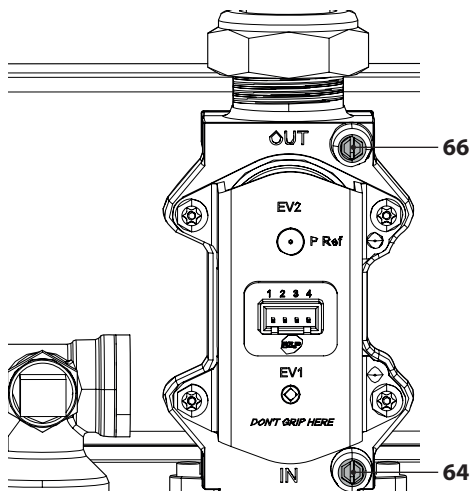

Figura 7.1
- A caldaia spenta (fuori servizio), controllare la pressione di alimentazione utilizzando la presa 64 in Figura 7.1 e confrontare il valore letto con quelli riportati nella tabella Pressioni di alimentazione gas nella sezione "Dati tecnici M303V.2025 SM" a pag. 32, "Dati tecnici M303V.2530 SM" pag. 36 e "Dati tecnici M303V.3035 SM" pag. 40.
- Richiudere bene la presa di pressione 64 in Figura 7.1.